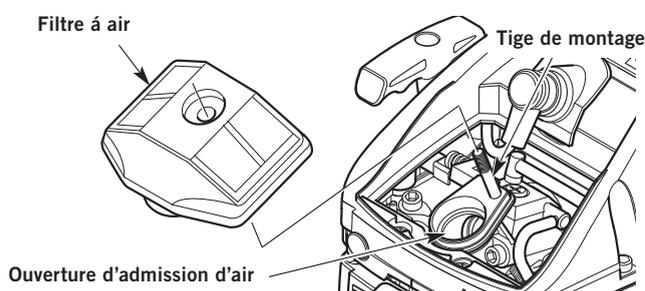

Fig. 42
3. Retirez le filtre à air (Fig. 42).
5. Réinstallez le filtre à air sur la tige de montage (Fig. 42). Assurez-vous que l'ouverture du filtre à air s'insère parfaitement dans l'ouverture d'admission d'air (Fig. 42).